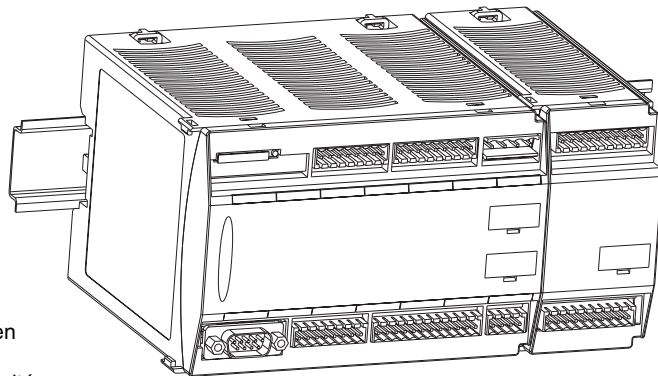

Fig. 2: Sicherheitssystem montieren
- Montieren Sie das Sicherheitssystem in einen Schaltschrank mit einer Schutzart von mindestens IP54. Montieren Sie das Sicherheitssystem auf eine waagrechte Normschiene. Die Lüftungsschlitze müssen nach oben und unten zeigen. Andere Einbaulagen können zur Zerstörung des Sicherheitssystems führen (siehe Fig. 2).
- The safety system should be installed in a control cabinet with a protection type of at least IP54. Fit the safety system to a horizontal DIN rail. The venting slots must point up and down. Other mounting positions could damage the safety system (see Fig. 2).
- Montez le système de sécurité dans une armoire d'indice de protection IP 54 au moins. Montez le système de sécurité sur un rail DIN horizontal. Les ouïes de ventilation doivent être orientées vers le haut et vers le bas. D'autres positions de montage pourraient provoquer une perturbation du système de sécurité (voir Fig. 2).